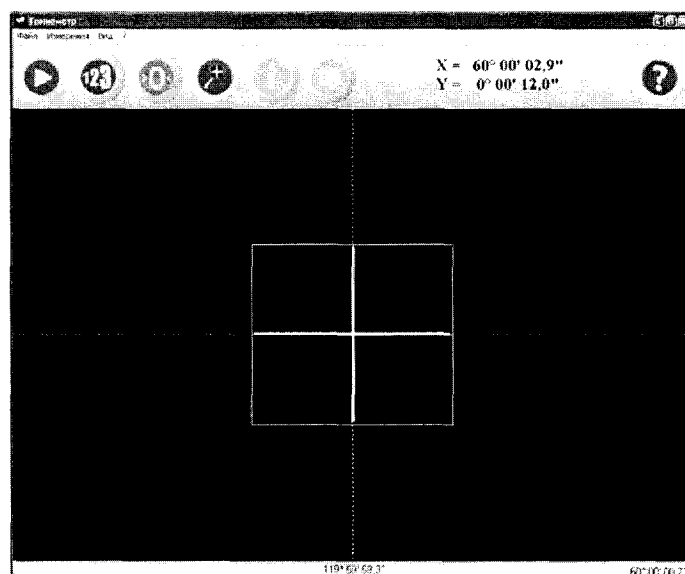

Рисунок 20.
2.3.27 При помощи микрометрического винта навести автоколлимационную марку к изображению нулевой сетки автоколлиматора и провести измерение, нажав кнопку  или клавишу «F5». В окне программы отобразятся результаты измерения угла между нормальными к граням в горизонтальной «X=» и вертикальной плоскости «Y=» (рисунок 20).